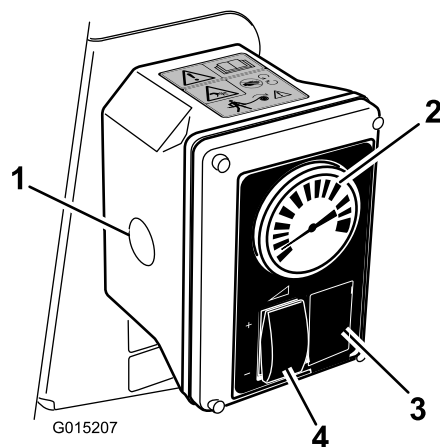

図 13
6. 水圧計が希望値を示すように水圧をレート制御スイッチでとスロットルで調整する（図 13）。